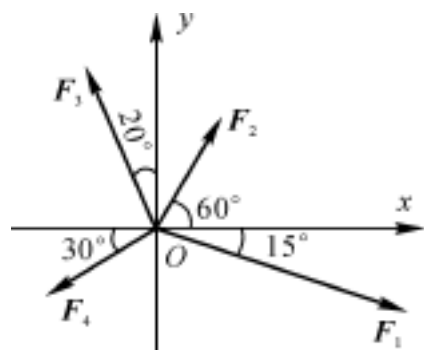

图 1.6
1. 结构的节点 O 上作用着 4 个共面力,各力的大小分别为: $F_1 = 150 \text{ N}$, $F_2 = 80 \text{ N}$, $F_3 = 140 \text{ N}$, $F_4 = 50 \text{ N}$,方向如图 1.6 所示。求这 4 个力的合力。